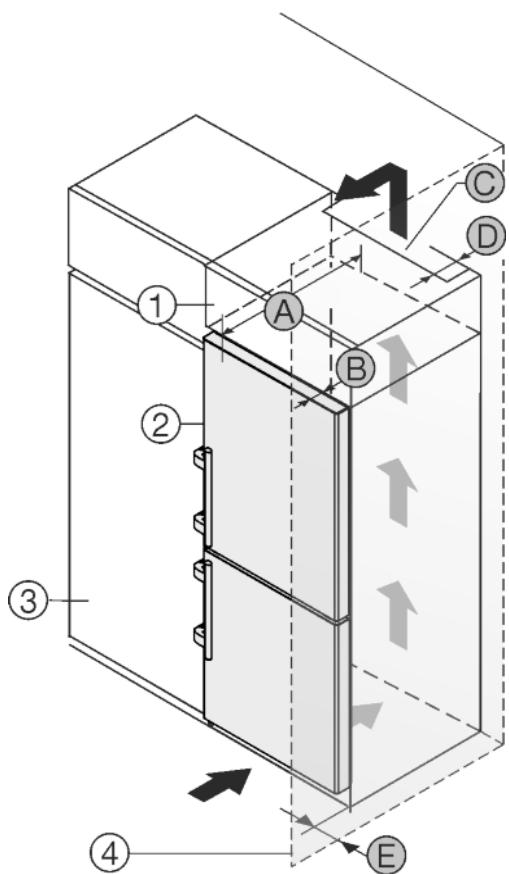

Fig. 27
Uredaj se može adaptirati za ugradnju u kuhinjske ormare. Kako biste uređaj Fig. 27 (2) prilagodili visini kuhinjskog namještaja, iznad uređaja možete postaviti viseći ormara Fig. 27 (1).
Uredaj se može postaviti direktno uz kuhinjski ormara Fig. 27 (3). Kako biste vrata mogli potpuno otvoriti, uređaj mora biti za dubinu Fig. 27 (B) ispred u odnosu na prednjicu kuhinjskog ormara. Ovisno o dubini kuhinjskih ormara i uporabi zidnih distancera, uređaj može i dalje stršati.
- Na stražnjoj strani visećeg ormara treba postojati otvor za odzraćivanje dubine Fig. 27 (D) po cijeloj širini visećeg ormara.
- Ispod stropa prostorije treba poštivati ventilacijski presjek Fig. 27 (C).
Kada se uređaj postavlja s okovima pored zida Fig. 27 (4), treba poštivati razmak Fig. 27 (E) između uređaja i zida. To odgovara stajanju ručice kod otvorenih vrata.